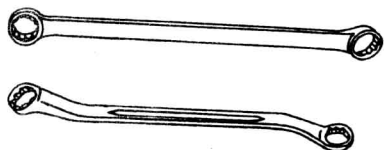

图 1-5 梅花扳手
(2) 梅花扳手。它的两端呈套筒形状(图 1-5), 套筒的内壁有等分的 12 个棱角, 工作时能将螺母或螺栓头部全部围住, 不易打滑; 端部套口壁较薄和套口低于扳手本体便于拆装位置受限制的螺栓或螺母。